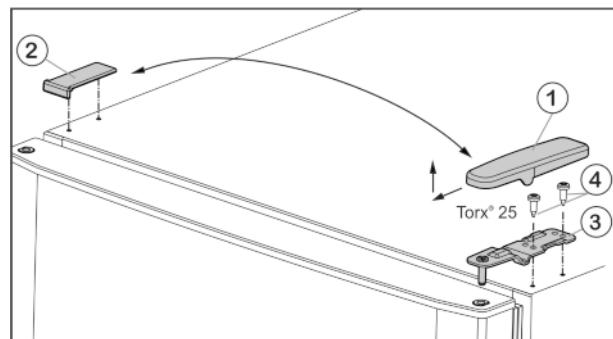

Fig. 4
- Потяните крышку Fig. 4 (1) вперед и вверх.
- Снимите крышку Fig. 4 (2).
- Открутите верхний опорный кронштейн Fig. 4 (3)(2 шт. Torx® 25) Fig. 4 (4) и вытяните вверх.
- ▶ Установите верхний опорный кронштейн Fig. 4 (3) на новой стороне шарнира и защелкните в дверце.
- ▶ Привинтите верхний опорный кронштейн (с моментом 4 Нм) (2 шт. Torx® 25) Fig. 4 (4). При необходимости используйте аккумуляторный шуруповерт.
- ▶ Наденьте и защелкните крышку Fig. 4 (1) на противоположной стороне снаружи.
- ▶ Также наденьте сверху и защелкните крышку Fig. 4 (2) на противоположной стороне.